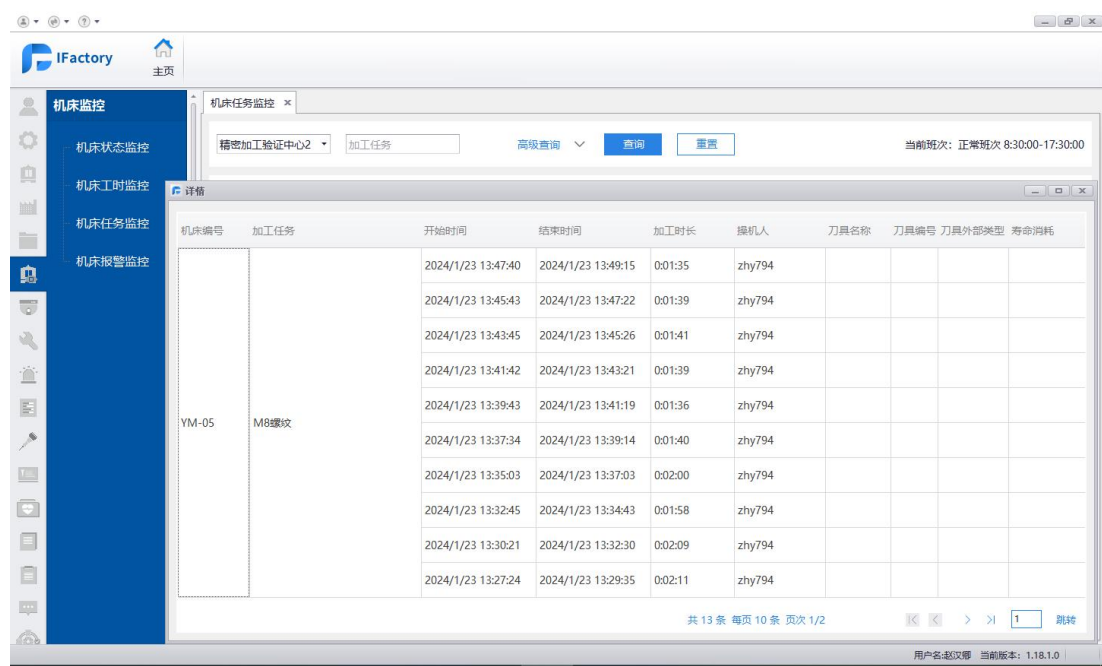

图 2-6-3-2 加工任务详情
3.数据展示区：列出了加工任务的具体信息，包含各任务的开始时间和结束时间，加工任务总数和均加工时间，如图 2-6-3-2 所示。